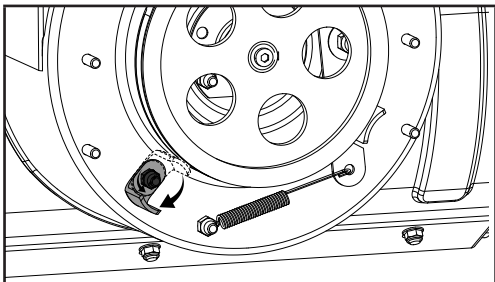

Figure 40
7. Dévissez le boulon sur le protège-courroie (figure 40).